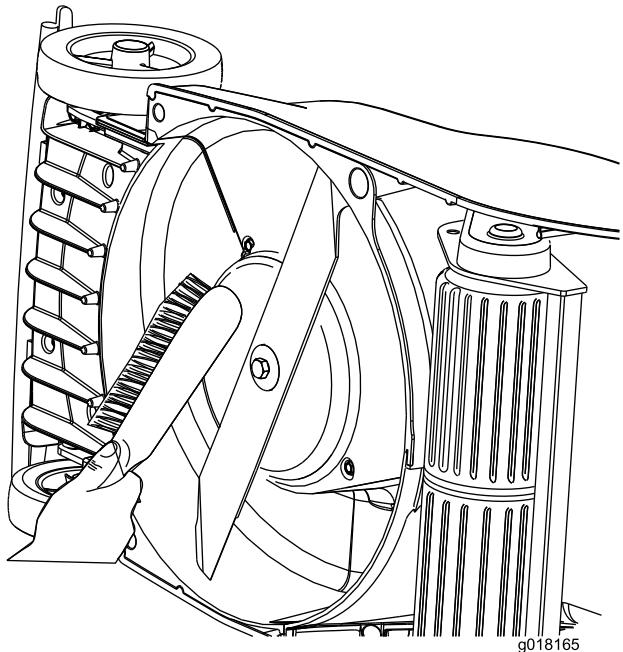

Figura 29
- Retire detritos de relva da parte de cima e de baixo da plataforma imediatamente após a utilização (Figura 29).